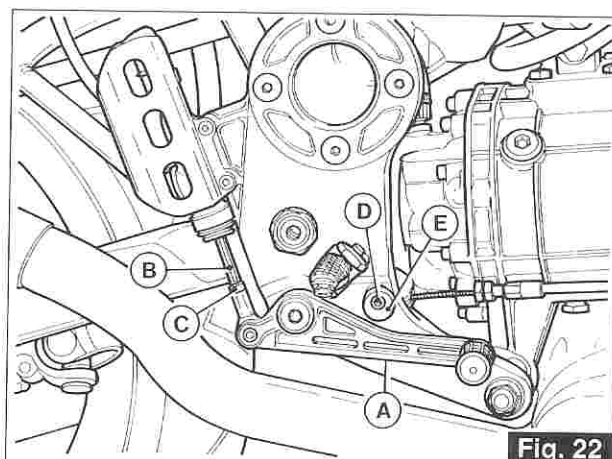

Fig. 22
5.3 REGOLAZIONE PEDALE COMANDO FRENO POSTERIORE (fig. 22)
5.3 REAR BRAKE PEDAL ADJUSTMENT (fig. 22)